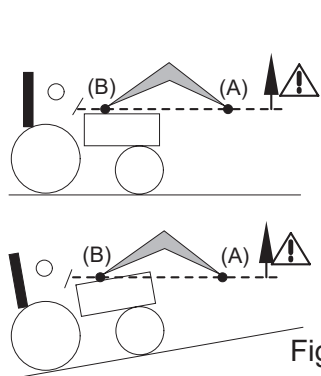
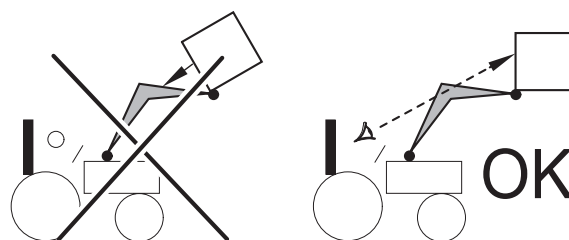

Fig. 2
Fig. 3
- Durante a operação de levantamento e durante a deslocação, observar sempre a carga a partir do momento em que o ponto de rotação do implemento (A) ultrapassar a horizontal do ponto de rotação da pá carregadora (B) (consultar a fig. 2). Se for necessário, corrigir a posição do implemento para que a carga nunca fique direcionada para o condutor (consultar a fig. 3).
! PERIGO: Se a carga não estiver devidamente fixa, existe o perigo de queda da carga para o operador quando o ponto de rotação do implemento (A) ultrapassa a horizontal do ponto de rotação da pá carregadora (B) (consulte a Fig. 2).
PERIGO: É proibido escavar a pá carregadora quando o ponto de rotação do implemento (A) ultrapassar a horizontal do ponto de rotação da pá carregadora (B) (consulte a fig. 2).